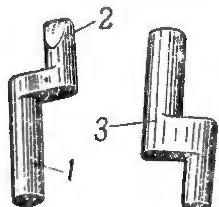

Рис. 21. Разобщитель автоматического спуска:
Рис. 21. Разобщитель автоматического спуска (рис. 21) служит для освобождения курка с автоматического спуска при закрытом затворе. Разобщитель имеет: нижний конец для действия на автоматический спуск; верхний конец, на который действует стебель затвора и опускает разобщитель вниз. Нижняя плоскость колена ограничивает смещение разобщителя вниз, а верхняя препятствует продвижению разобщителя вверх.
22. Разобщитель автоматического спуска (рис. 21) служит для освобождения курка с автоматического спуска при закрытом затворе. Разобщитель имеет: нижний конец для действия на автоматический спуск; верхний конец, на который действует стебель затвора и опускает разобщитель вниз. Нижняя плоскость колена ограничивает смещение разобщителя вниз, а верхняя препятствует продвижению разобщителя вверх.